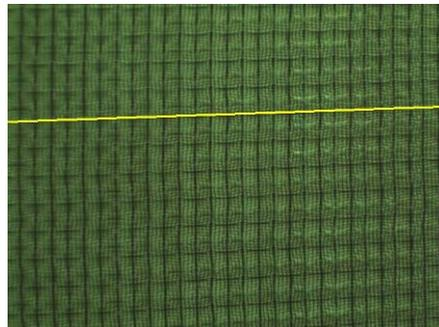

図 5 直線描画
- ⑤ ハフ変換にて 2 値画像中の直線を抽出する（図 5）。
- ⑥ 抽出した直線から傾きを求めることで、目曲がりを検出する。